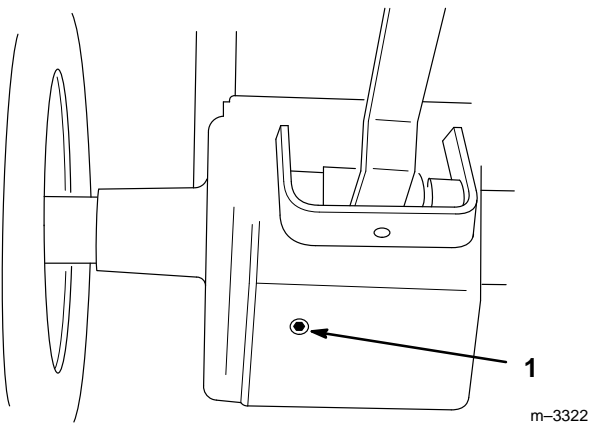

Figure 47
3. Placer un récipient sous l'ouverture de vidange de la boîte-pont. Retirer le bouchon de vidange (Fig. 47).